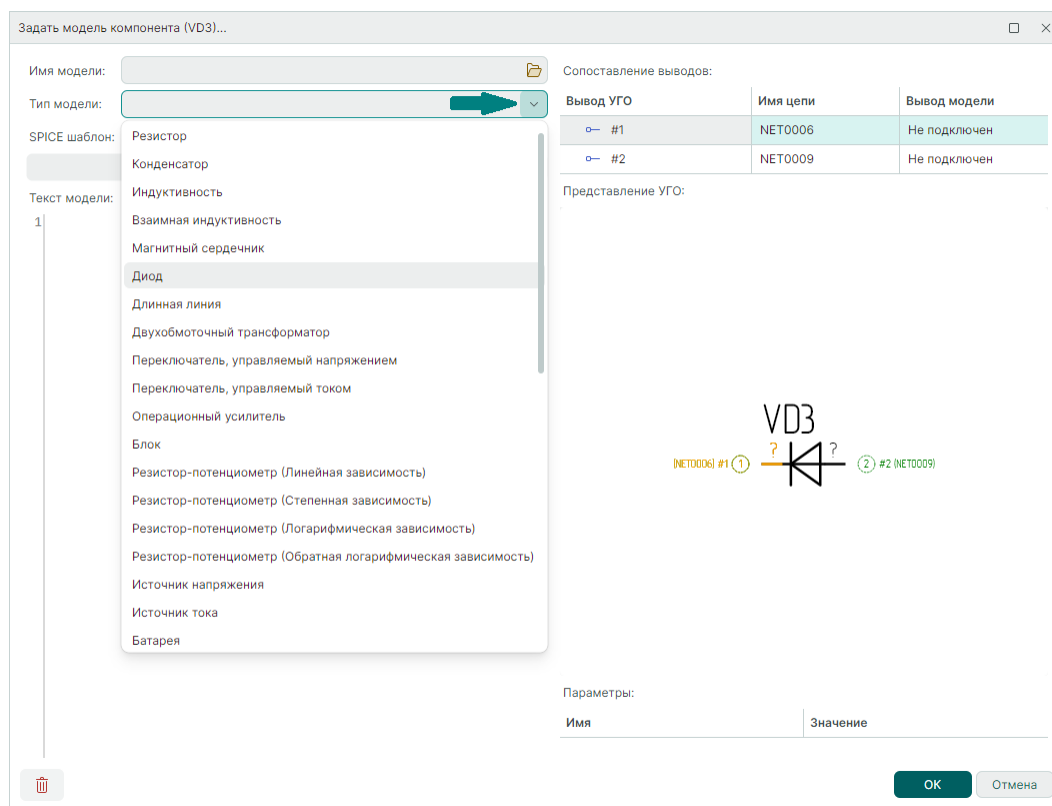

Рис. 29 Выбор типа модели
3. Для добавления модели из внутренней библиотеки в поле «Тип модели» выберите из выпадающего списка необходимый тип модели, см. Рис. 29.